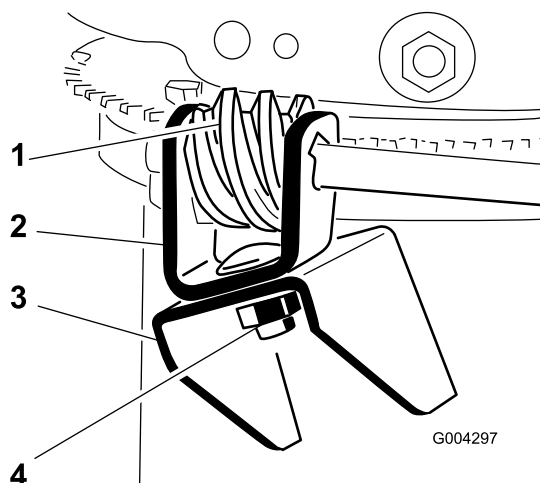

Рисунок 11
3. Нанесите на червячное колесо смазку общего применения № 2 (Рисунок 11).
4. Закрепите червячное колесо и скобу на монтажном фланце с помощью болта, шайбы Белвила и контргайки, не затягивая их, как показано на рисунке Рисунок 11.
5. Введите червячное колесо в зацепление с зубьями кольца, поддерживающего желоб, и затяните контргайку (Рисунок 11).